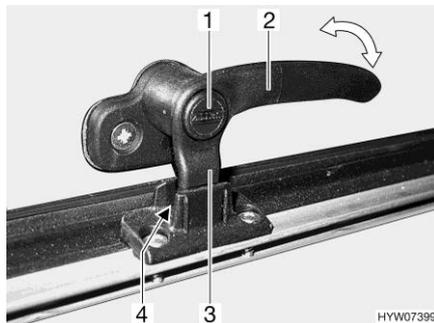
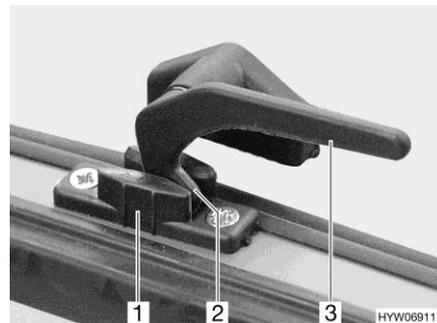

Fig. 71 Palanca de bloqueo con botón de seguridad en la posición de "ventilación continua"
Fig. 72 Palanca de bloqueo en la posición de "ventilación continua"
- En la posición "ventilación continua" (Fig. 71 y Fig. 72)
- Si existe, pulsar el botón de seguridad (Fig. 71,1) y mantenerlo pulsado.
- Girar todas las palanca de bloqueo (Fig. 71,2 ó Fig. 72,3) un cuarto de vuelta hacia el centro de la claraboya.
- Girar de nuevo hacia atrás las palancas de bloqueo. En esto, introducir el saliente de bloqueo (Fig. 71,3 ó Fig. 72,2) en el rebaje del bloqueo de la claraboya (Fig. 71,4 ó Fig. 72,1).